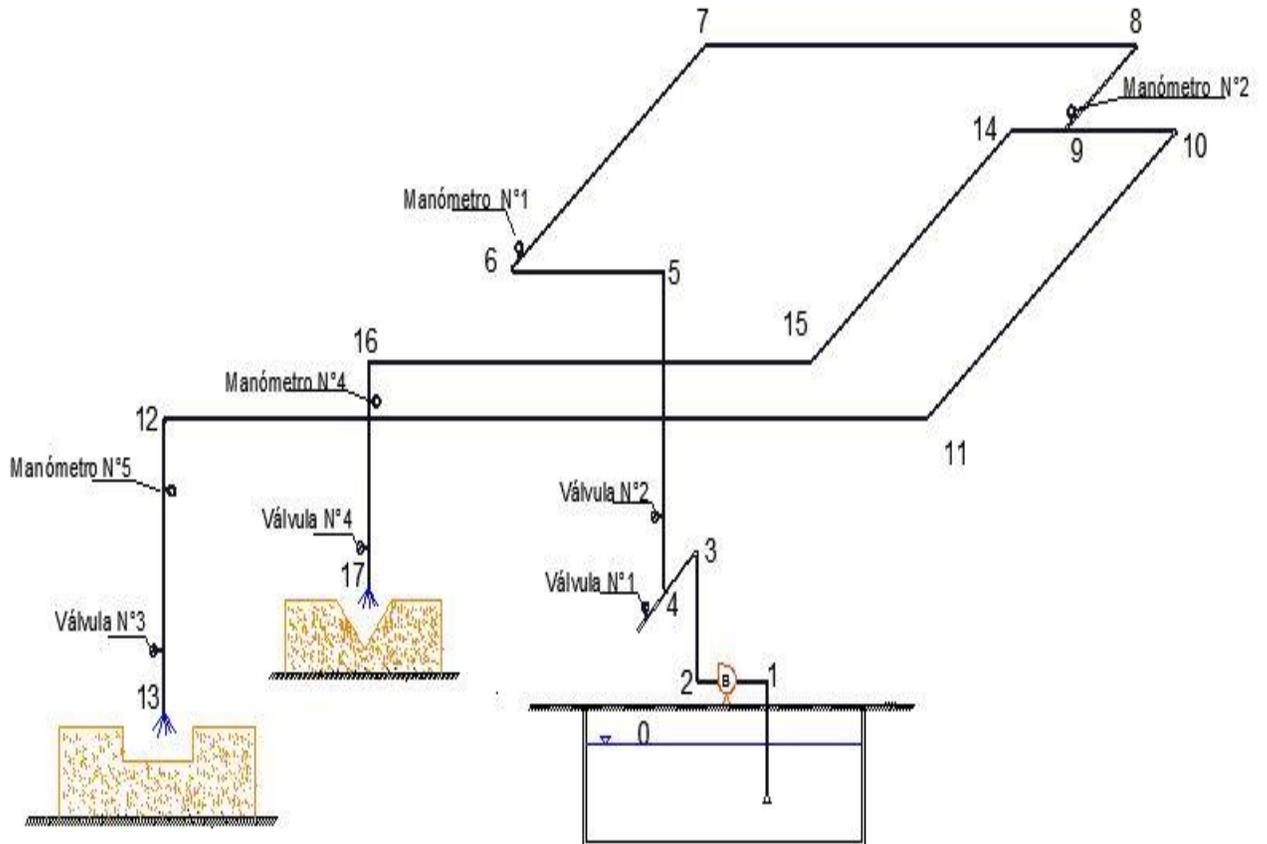

Figura 1. Red abierta (sistema hidráulico).
- Medir el nivel de la cresta  $N_C$ , en m, en los vertedores ubicados en las descargas de la red, ver figura 1.
2. Mediante el programa de EPANET, calcular las presiones en todos los nodos de la red vista en la práctica, figura 1. Para ello consulte el Manual del programa, el cual se encuentra en la plataforma educativa.